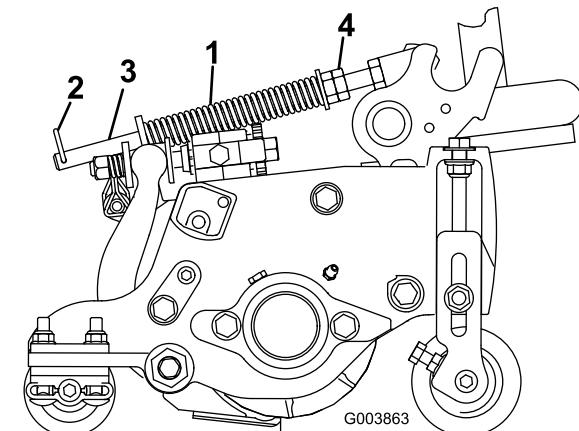

図 14
ターフ補正スプリング（図 14）は、前ローラから後ローラへと、カッティングユニットの体重移動を行います。（これによりユニットを安定させ、いわゆる「波打ったような」仕上がり（ボビングとかマーセリングといわれる現象）を防いでいます。）
- ヘアピン・コッターがスプリング・ロッドの後の穴に差し込まれていることを必ず確認してください（図 14）。
- スプリングロッド前部の6角ナットを締めて、スプリング（圧縮状態）の長さが15.9 cm になるようにする（図 14）。